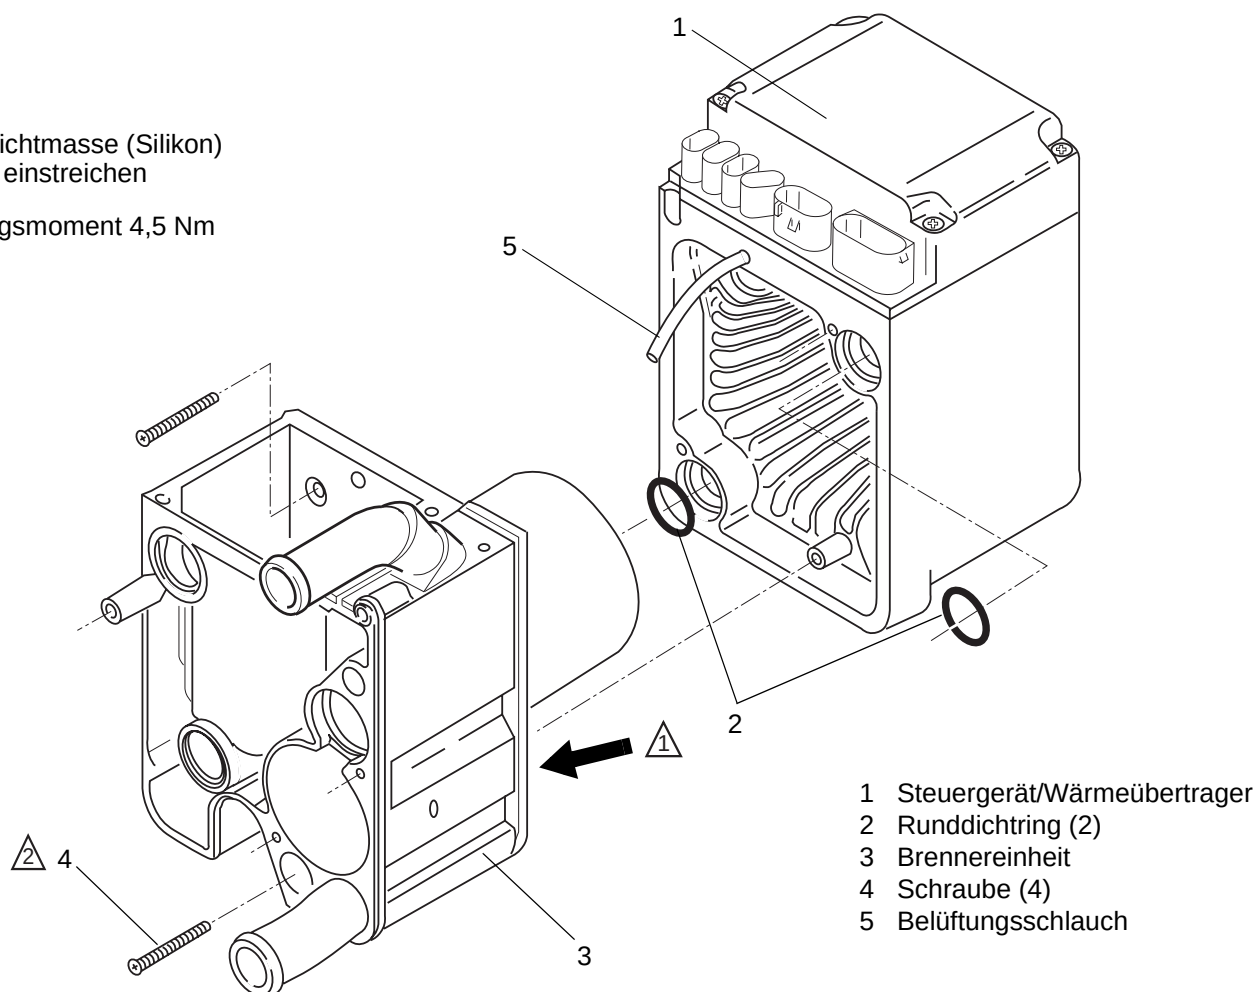

Abb. 903 Wechsel des Steuergerätes/Wärmeübertragers
4. Schrauben (4, Abb. 903) entfernen.
5. Brennereinheit (3) vom Steuergerät/Wärmeübertrager (1) trennen.
6. Steuergerät/Wärmeübertrager (1), Schrauben (4) und Runddichtringe (2) aussondern.
einheit (3, Abb.903) entfernen.